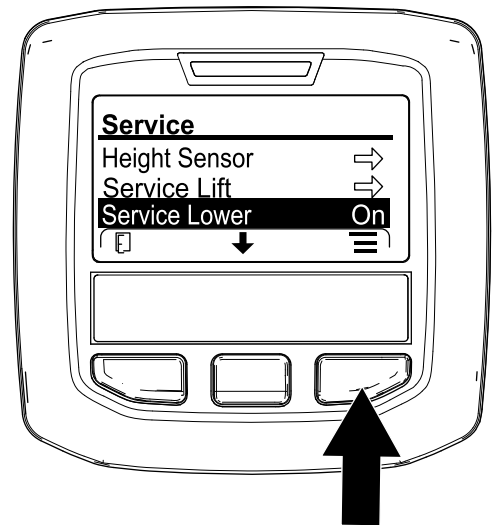

Figura 178
6. Pulse el botón central del InfoCenter hasta que se seleccione la opción SERVICE LOWER (Bajada de mantenimiento) (Figura 178) y pulse el botón derecho.